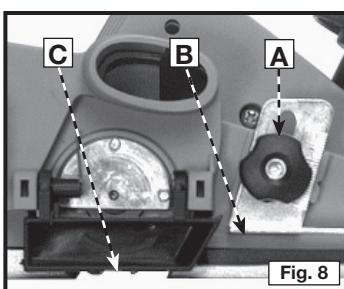

Fig. 8
Aucun autre réglage n'est nécessaire normalement. Cependant, deux vis de réglage (A) Fig. 13 sont posées dans chaque barre de pression. Si un réalignement devient nécessaire, desserrez légèrement les vis de serrage (A) Fig. 8 et effectuez le réglage approprié aux vis (A) Fig. 12. Serrez fermement les vis de serrage.